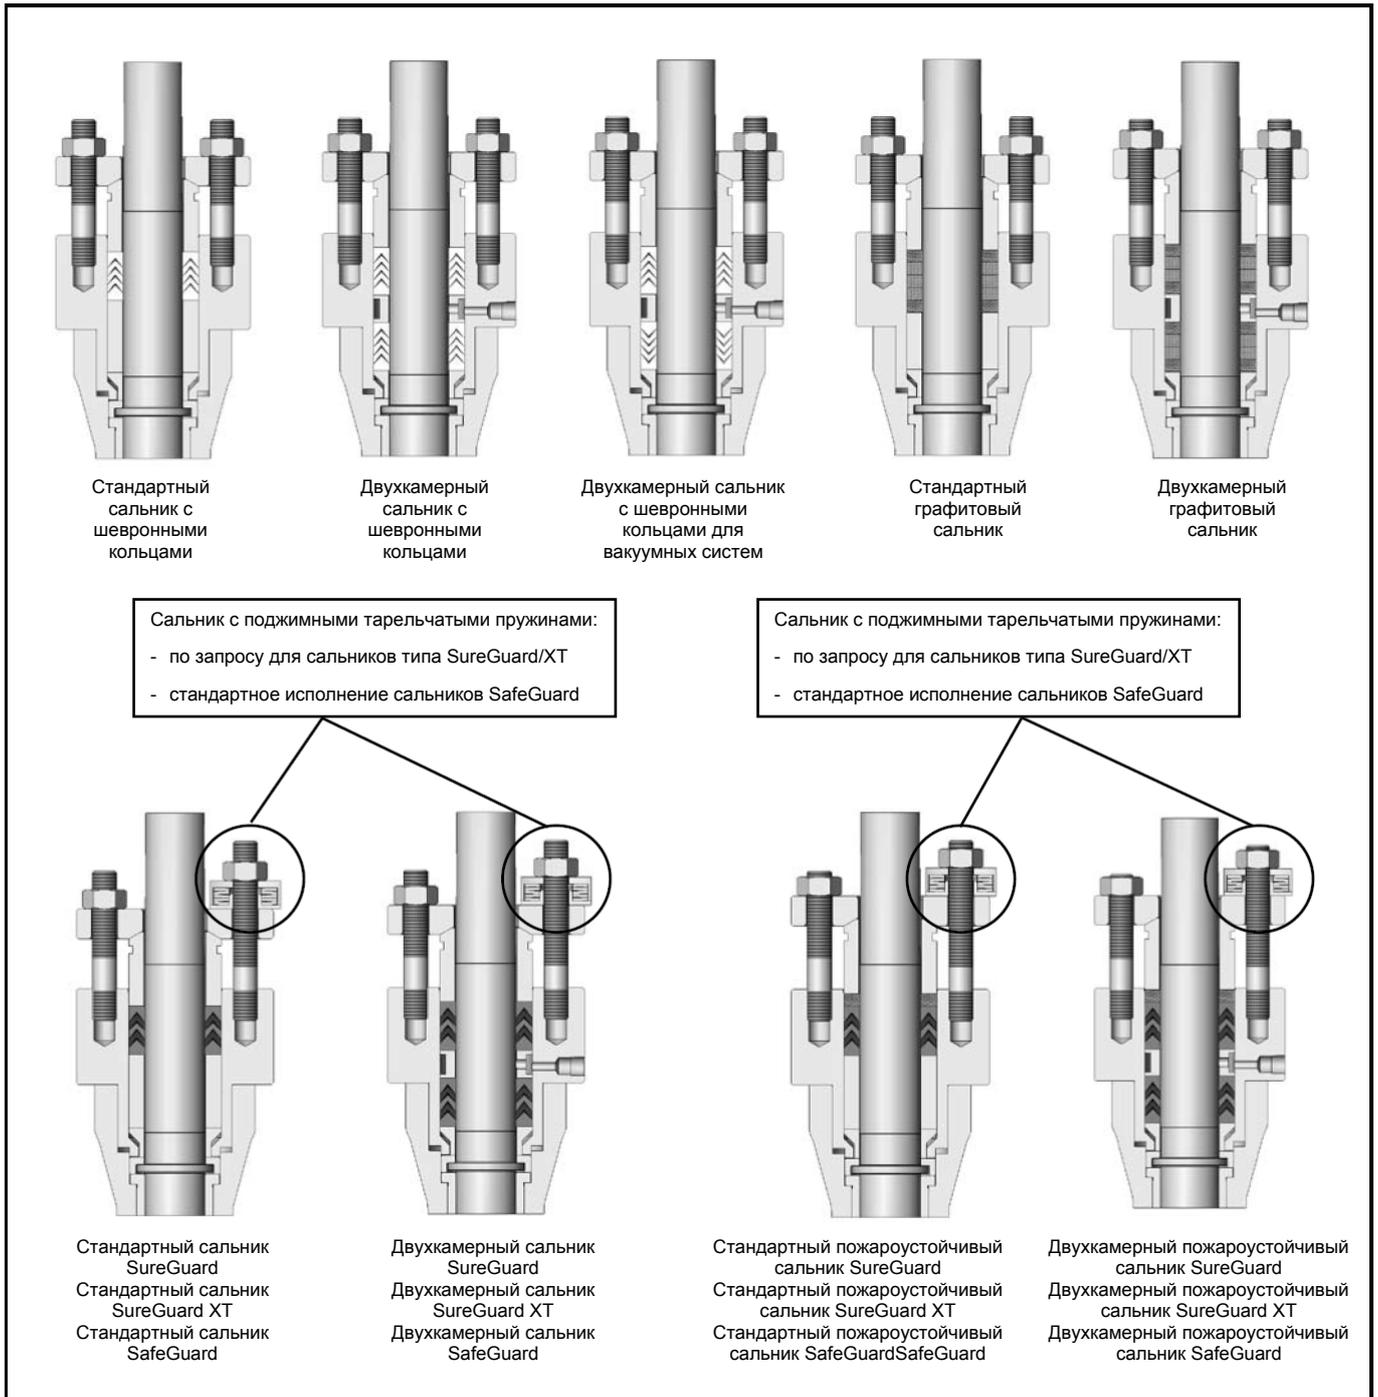

Рисунок 3. Типы сальниковых узлов
- 6.11 Установите в крышку упорное кольцо (99) набивки. Затем установите набивку и фонарное кольцо (93), как показано на рис. 3.